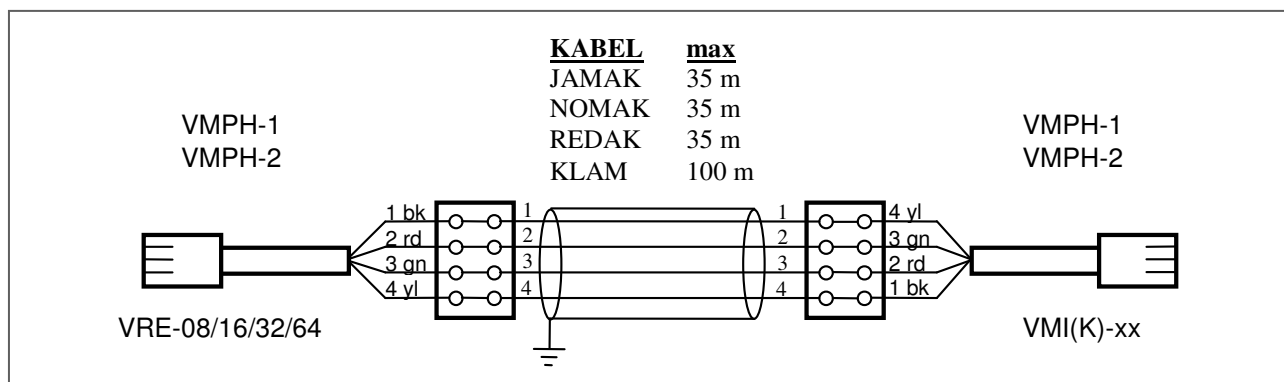

Bild 2.9. Mätpunktens koppling med en VMPH-1/2 kopplingskabel.
Mätpunktens avstånd kan förlängas genom att använda en kopplingskabel VMPH-1 eller VMPH-2 och en skärmad instrumentkabel (till exempel KLAM, NOMAK, REDAK, JAMAK) enligt bild 2.9. Instrumentkabels slingresistans får vara högst 3 Ω.
Ett fel inträffar vanligtvis då man använder radklämmor och instrumentkabel. Om ett fel om en hög testström uppkommer (testström 9000-11000 mA) betyder det att man har kopplat mät – och testlindningarna i kors i radklämman. Koppla bort nätspänningen vid reparation och gör om mätkabelkopplingen. Om det är fråga om radklämman finns kopplingsinstruktionerna i bild 2.9. I dessa fall måste man uppmärksamma att mätresultaten är ungefär fyra (4) gånger högre än den verkliga strömnivån.